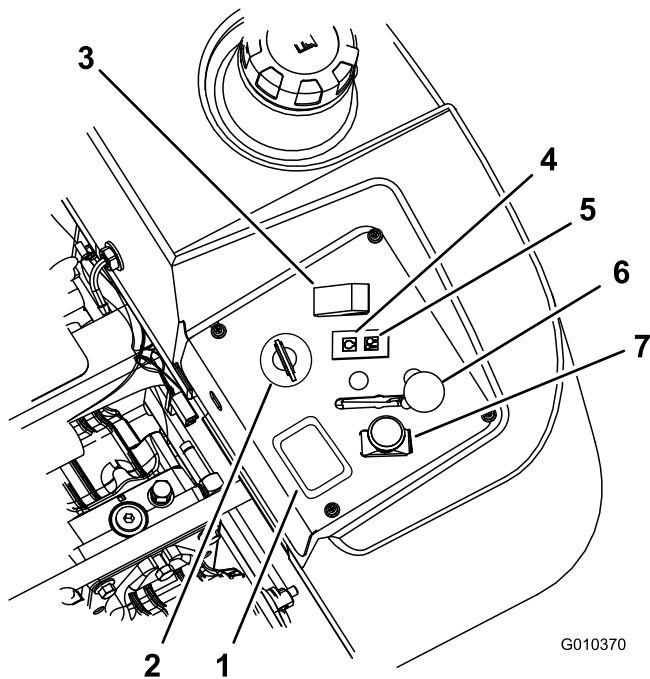

Figure 13
4. Placez la commande de prise de force (PDF) en position désengagée (Figure 13).